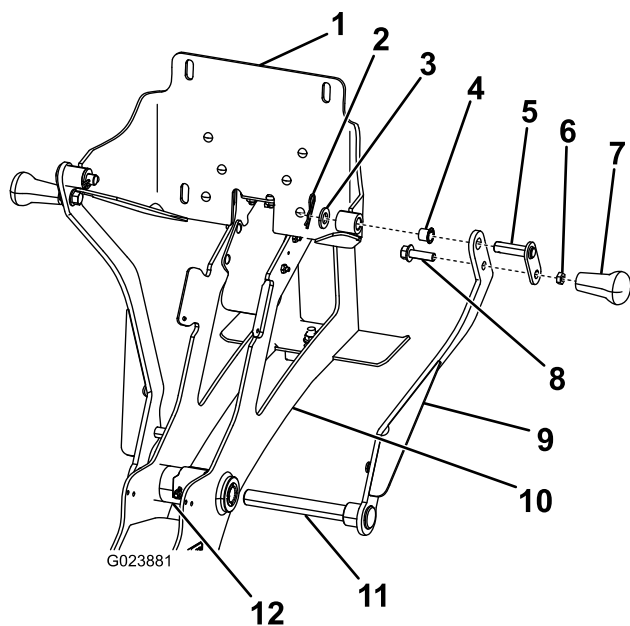

Рисунок 5
10. Вставьте ось правого рычага люльки сквозь вал шарнира (Рисунок 5).
15. Прикрепите рукоятку к узлу опорной пластины, используя плоскую шайбу и шплинт, как показано на Рисунок 5.